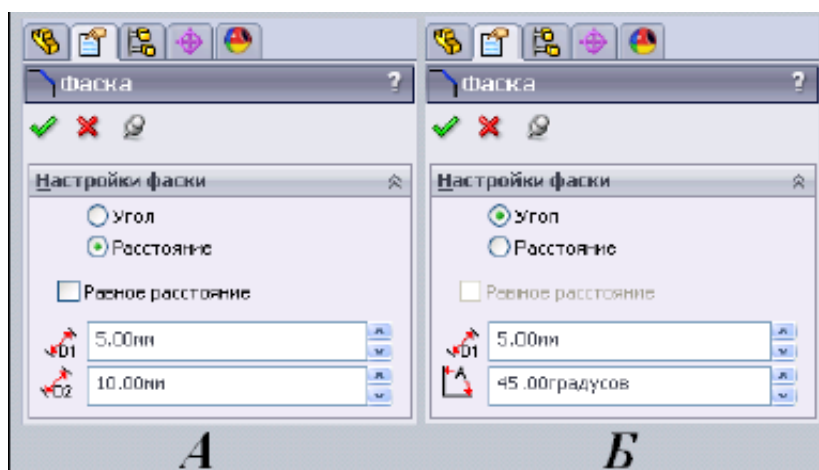

Рисунок 2.6 – Діалогове вікно «Фаска»
діалогове вікно «Фаска», в якому є вкладка «Настройки фаски» (рисунок 2.6).
– Якщо необхідно зробити фаску з різними відстанями, тоді необхідно зробити активним режим «Фаска», зняти прапорець «Равное расстояние» і нижче в двох вікнах задати відстані по горизонталі і вертикалі відповідно. Катети фаски в цьому випадку будуть неоднаковими (рисунок 2.6 А).
– Якщо необхідно задати фаску за допомогою кута, тоді необхідно зробити активним режим «Угол» і нижче в двох вікнах задати розмір одного з катетів і кут нахилу фаски (рисунок 2.6 Б).